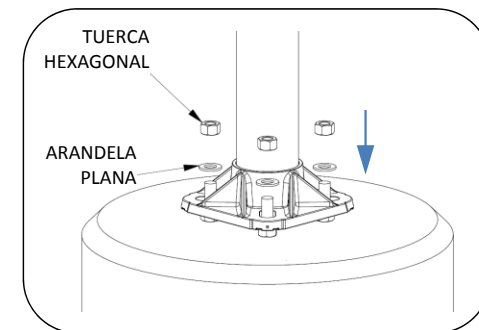

Fig. 2: Instalación del poste
2. Coloque la arandela y la tuerca hexagonal como se indica en la Fig. 2.